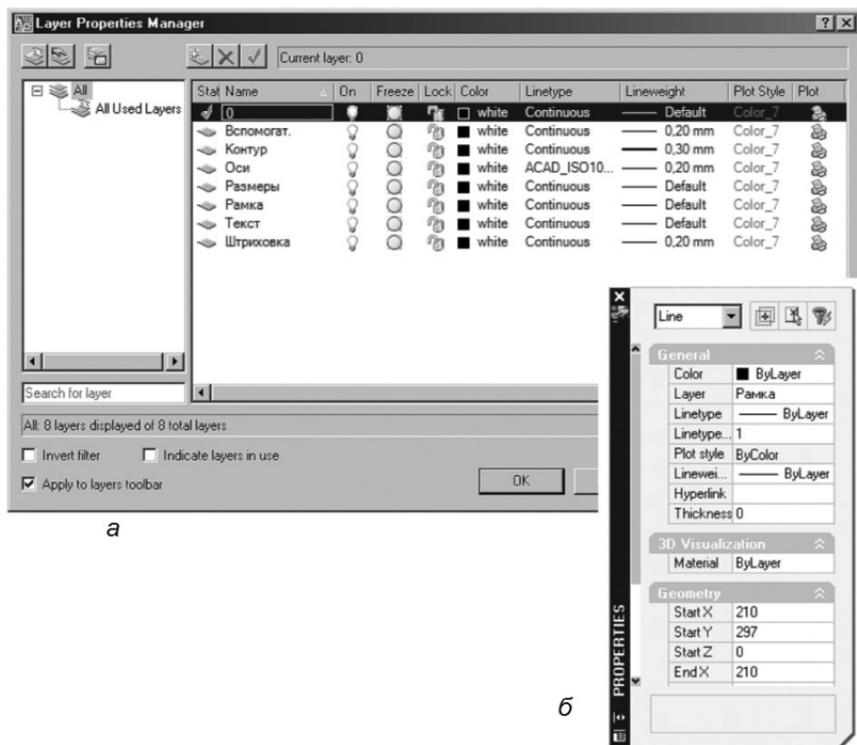

Рис. 3.9. Диалоговые окна *Layer Properties Manager* (Настройка свойств слоя) и *Properties* (Свойства)
Изначально при загрузке системы устанавливается один нулевой слой (системный), на котором чертить *не рекомендуется*. Независимо от сложности чертежа, лучше создать хотя бы один новый слой со своими параметрами, сделать его текущим и чертить на нем. Создать новые слои можно в диалоговом окне **Layer Properties Manager** (Настройка свойств слоя) – рис. 3.9, которое вызывается из меню **Format** ⇒ **Layer...** (Формат ⇒ Слои...) или щелчком по соответствующей кнопке панели инструментов **Layers** (Слой) – см. рис. 2.1.
2. Создать новые слои и установить их параметры в соответствии с рис. 3.9а, после чего закрыть окно, нажав кнопку ОК.
В AutoCAD 2007 можно изменять свойства объекта или группы объектов в диалоговом окне **Properties** (Свойства). Для этого нужно выделить объект, щелкнуть правой кнопкой мыши по экрану и из контекстного меню выбрать опцию *Properties* (Свойства), после чего на экране появится диалоговое окно (рис. 3.9б).